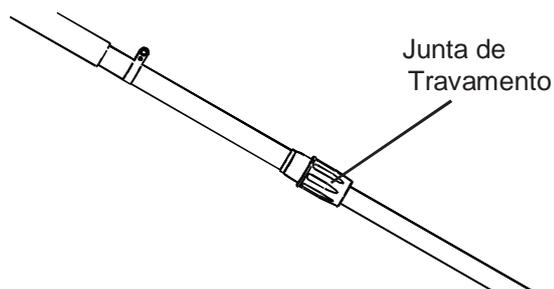

Figura 11
2. Depois de ajustar o comprimento necessário, aperte a junta de travamento. Ver Figura 11, à direita.